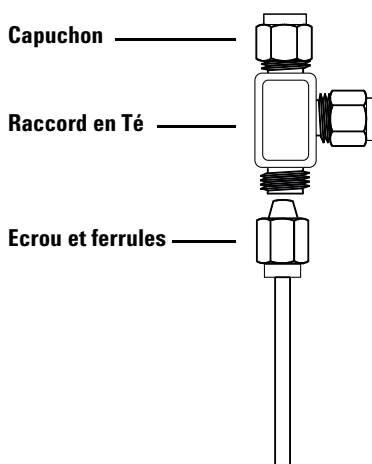

Figure 14 Té Swagelok
- 1 Coupez le tube à l'endroit où vous souhaitez installer le Té. Raccordez le tube et le Té avec un raccord Swagelok. Voir la section Figure 14.